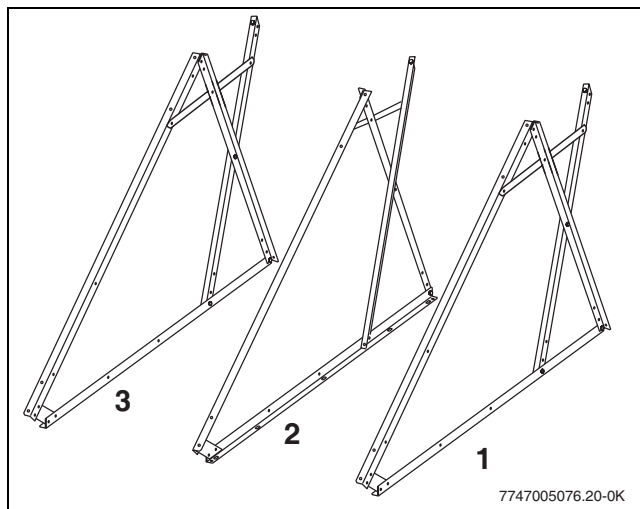

Fig. 20 Montar otros triángulos laterales
- el triángulo del medio (Fig. 20, (2)) de forma simétrica al primero (1),
- el triángulo izquierdo (Fig. 20, (3)) como el primer triángulo lateral (1).